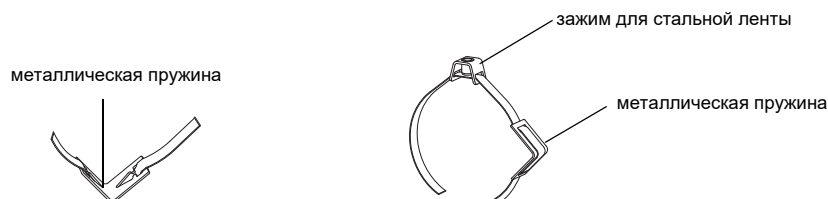

Рис. 8.39: Стальная лента с металлической пружиной и зажимом для стальной ленты
- Протяните длинный конец стальной ленты через зажим для стальной ленты и металлическую пружину (смотри Рис. 8.39). Металлическую пружину не обязательно устанавливать: